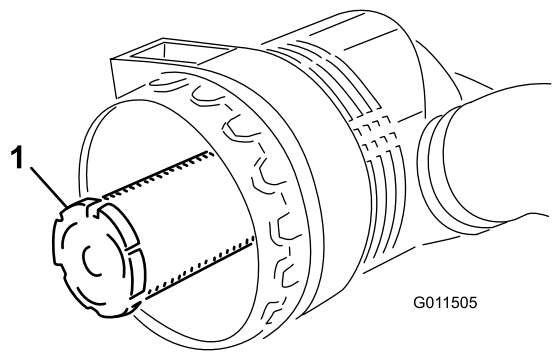

Bild 69
**Wichtig:** Versuchen Sie nie, den Sicherheitsfilter zu reinigen (Bild 69). Tauschen Sie den Sicherheitsfilter bei jeder dritten Wartung des Hauptluftfilters aus.